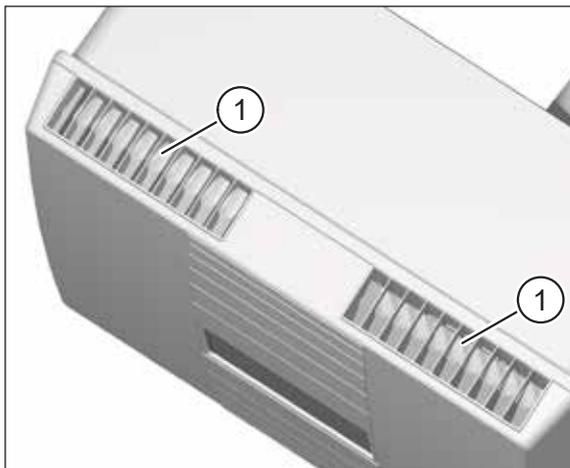
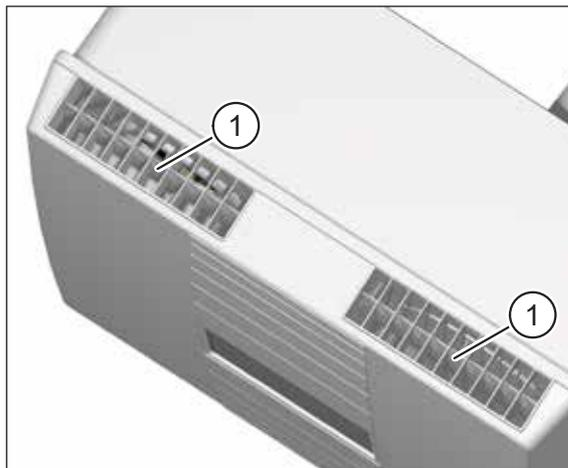

Abb. 11: Luftklappen geschlossen
Abb. 12: Luftklappen geöffnet
- ▶ Überprüfen Sie, dass die Öffnungen für Abluft und Zuluft (siehe Abb. 11 und Abb. 12) frei sind.
- ▶ Überprüfen Sie die Stellung der Luftklappen (siehe Abb. 11 und Abb. 12) an der Abluft- und Zuluftöffnung.
- Ist das Lüftungsgerät ausgeschaltet oder stromlos, sind beide Luftklappen geschlossen (siehe Pos. 1 in Abb. 11).
- Beim Einschalten öffnen sich beide Luftklappen (siehe Pos. 1 in Abb. 12).
- ▶ Schalten Sie das Lüftungsgerät für den Luftfilterwechsel immer am Netzschalter (Pos. 1 in Abb. 10 auf Seite 20) aus. Bei Lüftungsgeräten mit Option M-WRG-O/NOF muss das Gerät mit Hilfe des bauseitigen Leitungsschutzschalters stromlos geschaltet werden. Anderenfalls verhindern die geöffneten Luftklappen (siehe Abb. 12 auf Seite 21) das Entfernen und Einsetzen der Filterpatronen.